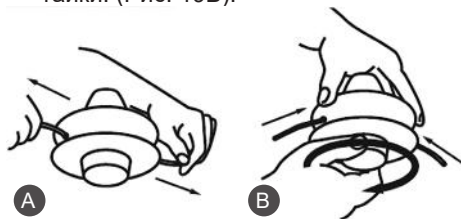

Рис. 19 Фиксация корда
4. Потяните за концы корда в противоположные стороны (Рис. 19А).
5. Завершите намотку корда поворотом гайки. (Рис. 19В).